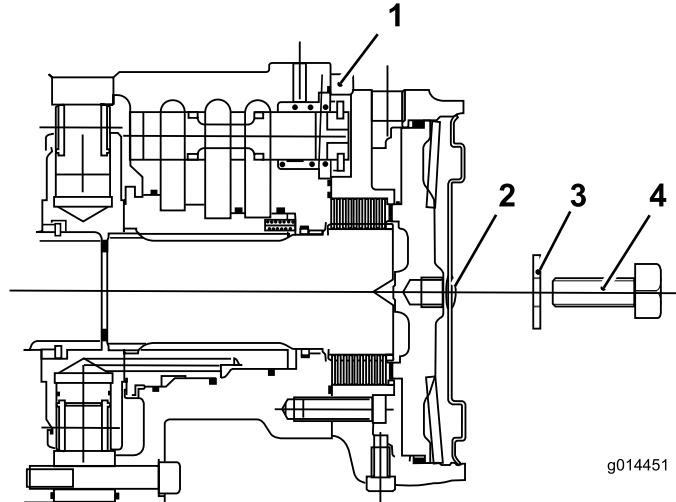

Bild 42
6. Führen Sie eine Schraube (12 x 40 mm) und eine Unterlegscheibe (12 mm) durch das Loch in der Mitte der Motorenendplatte (Bild 42).
7. Ziehen Sie die Schraube im Gewindeloch des Bremskolbens an, bis sich die Bremse löst (Bild 42).